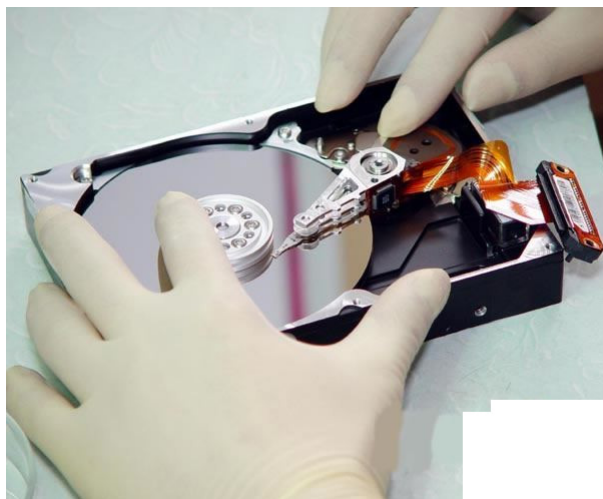

图 8-11 磁头放到盘片上
(3) 接下来的步骤是关键中的关键了，工程师的基本功和经验都体现在这里了，这里如失误，将严重损坏新换上的磁头，这个步骤就是磁头上盘片，工程师用镊子将磁头挑开，直至 3 个磁头全部放到盘片上，当然，磁头数目越多也就意味着难度越大，如图 8-11 所示。